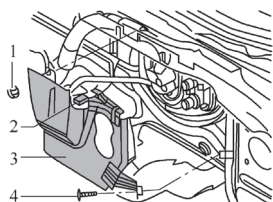

图 5-10 分离隔热板
7) 对于膨胀阀前带隔板的车型，如图 5-10 所示，从线束固定卡子 2 上脱开氧传感器的线束。旋出螺母 1 和螺钉 4 (安装时螺母拧紧力矩为 $4.5\text{N} \cdot \text{m}$ ；螺钉拧紧力矩为 $2.5\text{N} \cdot \text{m}$)，分离隔热板 3。